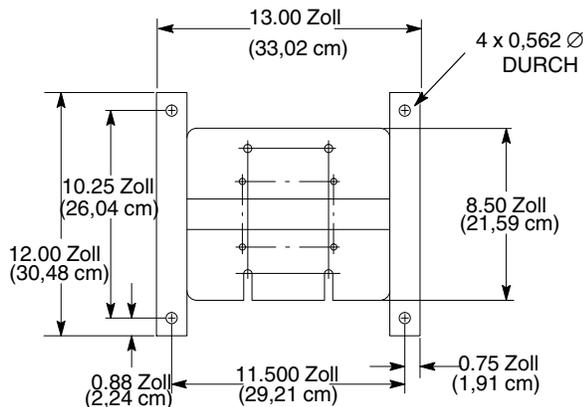

Abb. 2 Bohrschablone für Primerständer
Siehe Abb. 2. Anhand der Informationen in dieser Abbildung die Bohrschablone für den Primerständer bestimmen.
1. Siehe Abb. 2. Löcher im Boden gemäß abgebildeter Schablone bohren.